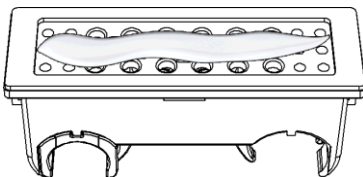

Bild 3. Lagom mängd lim.
- 5 Tag bort skyddstejpen från plattan och applicera en lämplig mängd med lim på plattan (innanför ramen) Ev. överskottslim kommer att tränga in i de små hålen, men undvik att ha för mycket lim, se bild 3.